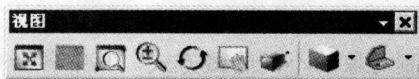

图 1-10 “视图”工具栏
- ✱ 在如图 1-10 所示的“视图”工具栏中单击相应的按钮,可控制视图的显示方式。